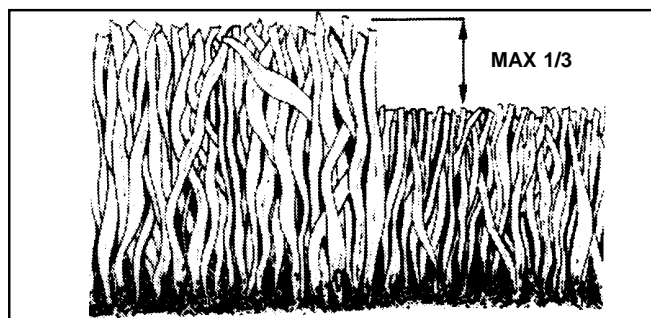

FIG. 5
- Pour la meilleure coupe, ajustez la hauteur de coupe de tondeuse afin que la tondeuse coupe seulement le tiers du haut de l'herbe (Voir Fig. 5). Pour la tonte de broyeur grosse, réduisez la largeur de coupe et tondez lentement.